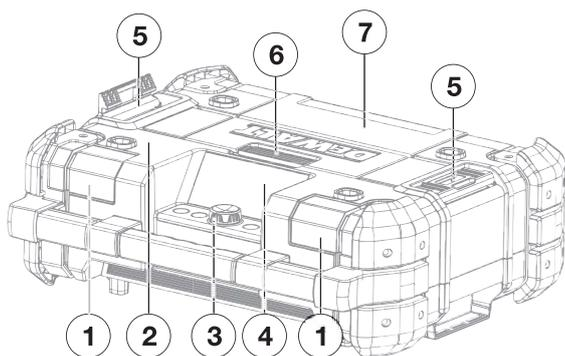
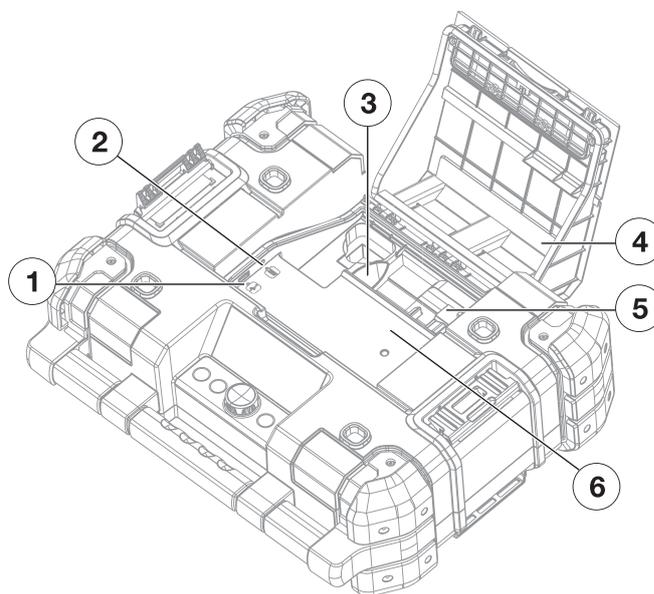

Рисунок 1. Вид спереди
Рисунок 3. Отсек для хранения
1. Чтобы извлечь адаптер питания AC/DC, откройте отсек хранения (см. рис. 1 и рис. 3).